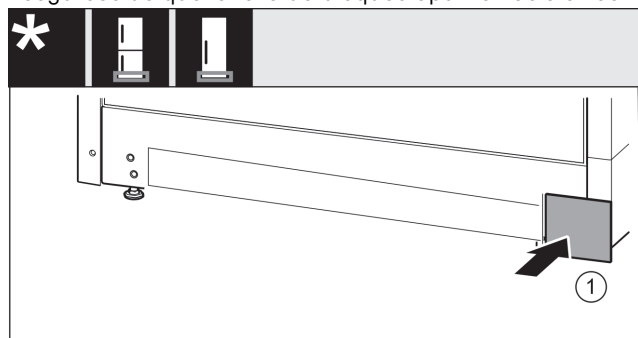

Fig. 19
- ▶ Vuelva a colocar la cubierta Fig. 19 (1) en el otro lado.